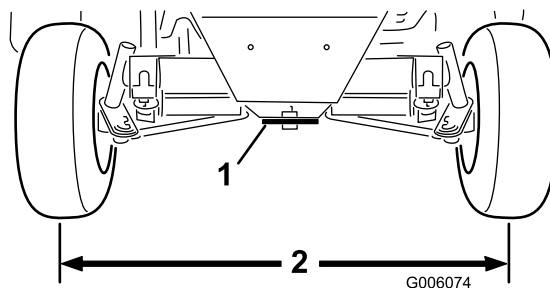

Рисунок 62
2. Отрегулируйте обе тяги таким образом, чтобы межцентровое расстояние впереди и сзади у задних колес было одинаковым (**Рисунок 62**).